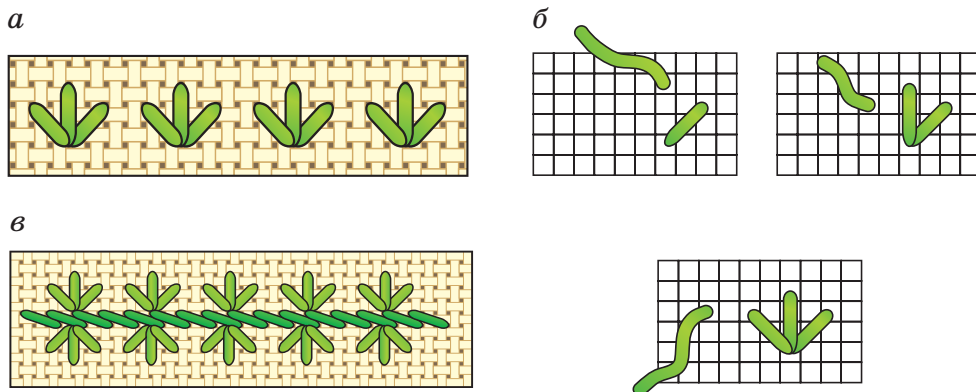

Рис. 66. Кустики: *а* — образец; *б* — последовательность вышивания;
**Кустик** состоит из трёх стежков (рис. 66, *а*). Первый стежок имеет вид полукреста. Это наклонный стежок с набором двух нитей в высоту и ширину. Второй, или средний, стежок — вертикальный. Он длиннее боковых на одну нить. Третий — также полукрест, но с наклоном в противоположную сторону. Все три стежка выходят из одной точки
(рис. 66, б). Кустики вышиваются справа налево. Кустики, вышитые в два ряда один под другим, превращаются в красивую веточку (рис. 66, в).